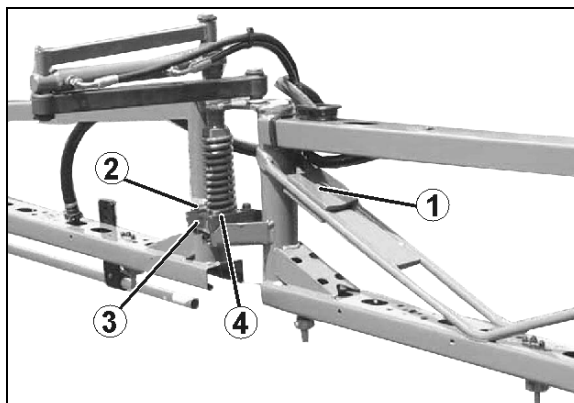

Fig. 185
Ist dies nicht der Fall, bei **entriegeltem** Schwingungsausgleich das ausgefaltete Spritz-Gestänge über Gegengewichte (Fig. 185/1) ausrichten. Die Gegengewichte entsprechend am Ausleger befestigen.
1. Schrauben (Fig. 185/2) der Befestigungslasche (Fig. 185/3) lösen. Die Ausrichtung erfolgt direkt an der Kunststoffklaue (Fig. 185/4) durch die Langlöcher der Befestigungslasche.
3. Schrauben (Fig. 185/2) anziehen.